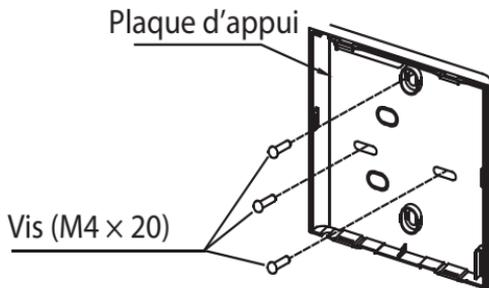

Figure 8 – Fixez la plaque arrière
1. Pour un montage en surface, fixez la plaque arrière sur le mur avec les 3 vis (M4x20) et les bouchons (voir fig. 8).